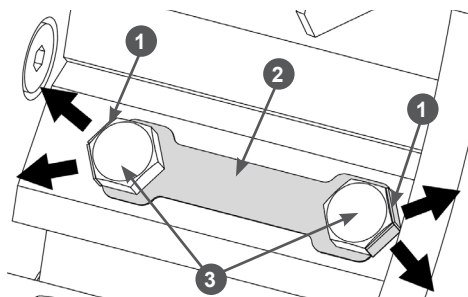

Рис. 26. Снятие ножа
- Отогните отверткой четыре лепестка 1 стопорной пластины 2, открутите болты 3 крепления ножа, извлеките стопорную пластину 2 и нож (Рис. 26).